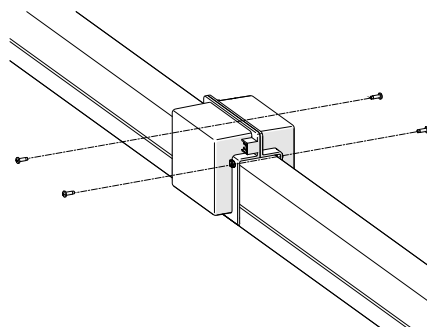

Abb. 37: Verbinderkappe auf Verbinderstelle montieren
- Die vier Bohrschrauben des Gehäuses anziehen und die Kabelverschraubungen anziehen (siehe Abb. 37 Abbildung zeigt Verbinderkappe).
- Die vier Bohrschrauben des Gehäuses (siehe Abb. 37) und die Kabelverschraubungen anziehen.